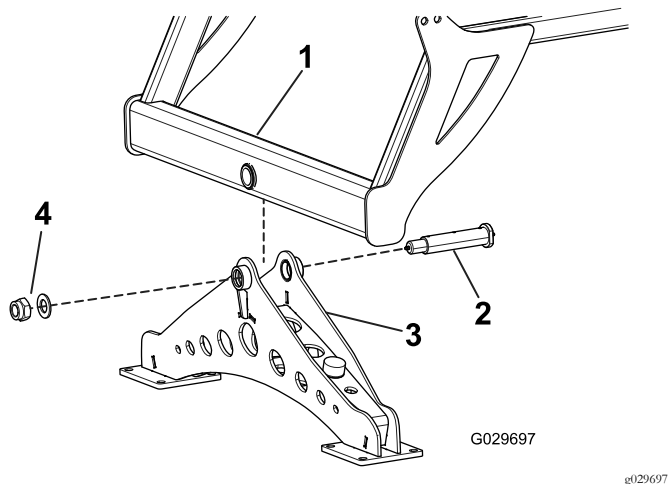

Figura 3
1. Bloqueie o conjunto da roda giratória na posição vertical utilizando apoios de macaco sob a travessa principal (Figura 3).
2. Desça a travessa da estrutura de suporte para a parte superior do conjunto da roda e prenda-a com um pino de articulação, anilha e porca de bloqueio (Figura 3).